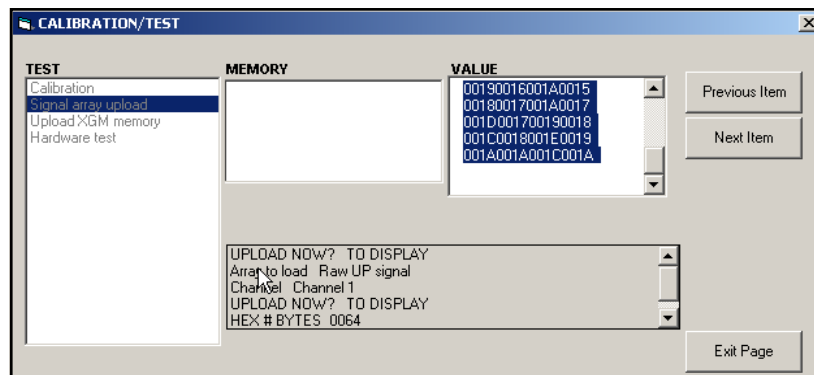

Figure 12: données de signaux affichées dans PanaView
- Si vous cliquez deux fois sur *To Display* (Afficher), le volet droit de la fenêtre, illustré *Figure 12*, s'affiche, et les données sont disponibles pour évaluation immédiate. Cliquez sur [Exit Page] (Quitter la page) pour fermer la fenêtre et revenir au menu *Calibration/Test* (Étalonnage/Test).